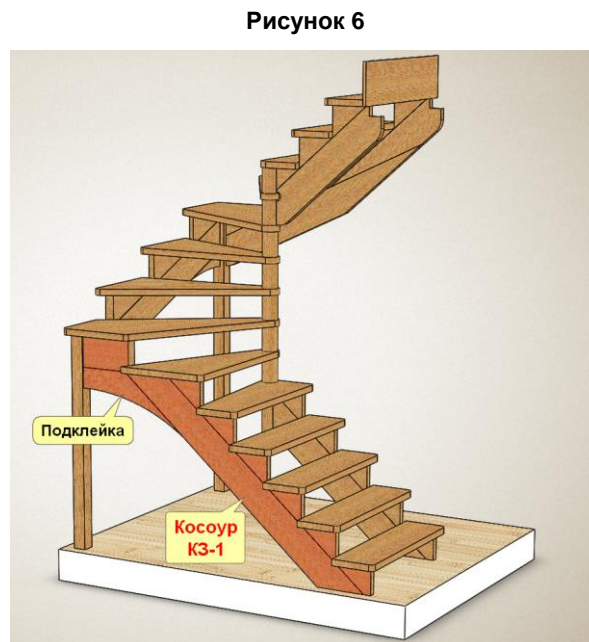

Рисунок 7
2) Следующий тип (рисунок 7) – косоур забега «КЗ-1». Обычно он устанавливается на входе и крепится к полу первого этажа, как и параллельный ему прямой осевой косоур. Нижняя грань несущей этого косоура обычно имеет изгиб, реализуемый за счёт подклейки одного или нескольких щитков. Подклейка нужна для компенсации ширины несущей в зоне соединения со следующим косоуром.